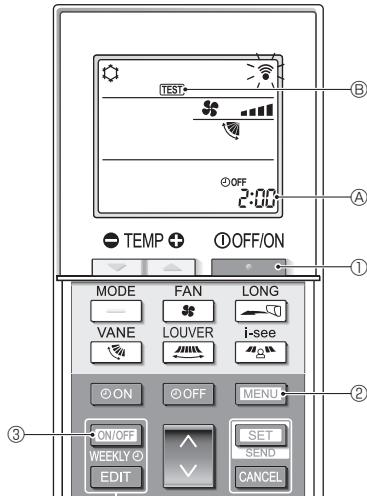

Fig. 7-5
7.2.2. Verwendung der drahtlosen Fernbedienung (Fig. 7-5)
- Drücken Sie die Taste ①, um die Klimaanlage anzuhalten.
- Wenn der Wochen-Timer aktiviert ist (WEEKLY eingeschaltet ist), drücken Sie die Taste **ON/OFF WEEKLY** ③, um ihn zu deaktivieren (WEEKLY ist ausgeschaltet).
- Drücken Sie die Taste **MENU** ② 5 Sekunden lang.
- Drücken Sie die Taste **TEST** ②.
- TEST** ② leuchtet auf und das Gerät tritt in den Testlaufmodus ein.